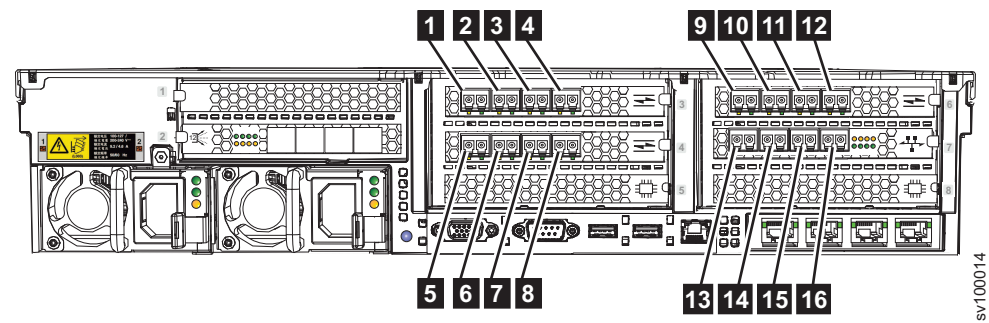

图 32. 光纤通道端口
- 3. 可选：如果安装了光纤通道功能部件，您可以按配置需求将光纤通道电缆连接到光纤通道端口。图 32 显示了一个设备示例，其在插槽 3、4 和 6 中安装了 16 Gbps 光纤通道适配器。在插槽 7 中安装了一个 10 Gbps 光学以太网适配器，以用于以太网光纤通道 (FCoE) 通信并提供额外的光纤通道端口。